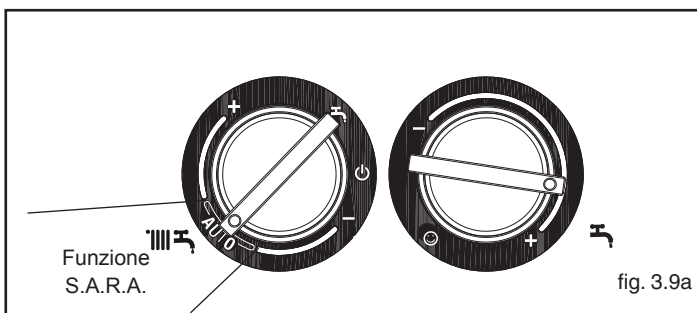

fig. 3.9a
Funzione Sistema Automatico Regolazione Ambiente (S.A.R.A.) fig. 3.9a
- Lampeggiante veloce (frequenza 0,1 secondo acceso - 0,1 secondo spento, durata 0,5) ingresso/uscita funzione S.A.R.A. (Sistema Automatico Regolazione Ambiente) - fig. 3.9a.